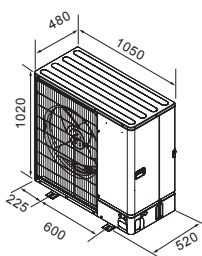

Fig. 2-2
2.3. Utvendige mål (utendørsenhet) (fig. 2-2)